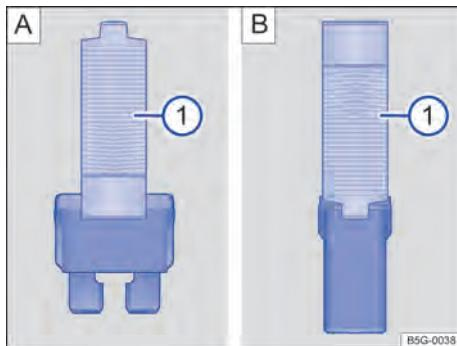

Fig. 156 Retirar ou colocar o fusível com a pinça de plástico: **A**: fusível plano, **B**: fusível de bloqueio.
- Se necessário, retirar a pinça de plástico → **Fig. 156 1** da cobertura da caixa de fusíveis.
- De acordo com a versão do fusível, colocar as garras adequadas do alicate plástico → **Fig. 156 A 1** ou → **Fig. 156 B 1** lateralmente no fusível.